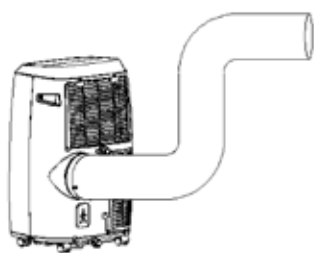

Fig. 6
- 3) Jak pokazano na rys. 6, dobrze podłączyć wąż spustowy (tylko w przypadku